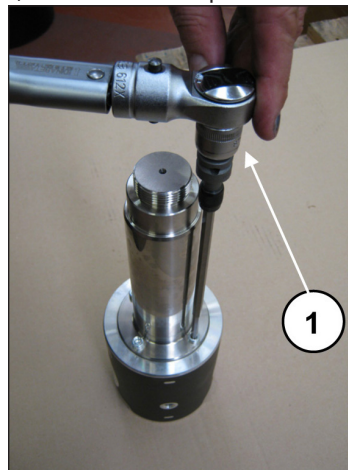

Fig. 46
Bloquer le guide de piston dans un étau à l'aide d'un outil spécial et serrer les vis à l'aide d'une clé dynamométrique (rep. ①, Fig. 46) comme décrit chapitre 3.